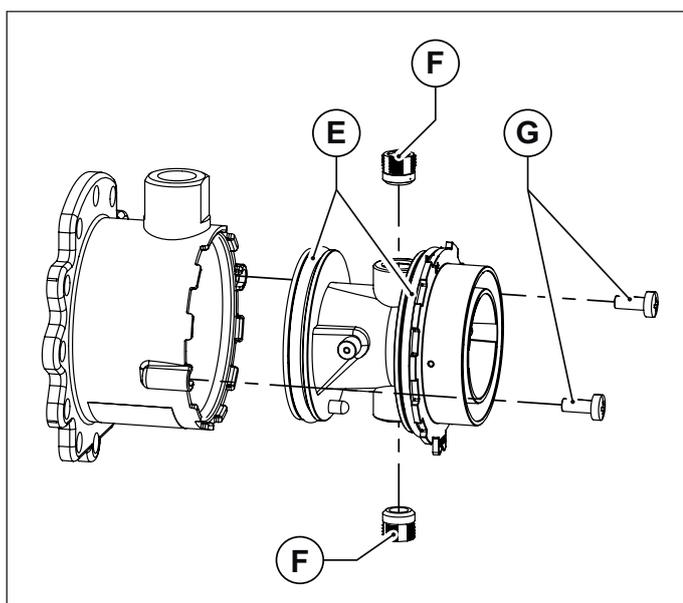

Fig. 36 Corpo in plastica del miscelatore
- Sfilare il corpo in plastica del miscelatore, svitando le due viti di fissaggio (vedi Fig. 36 Corpo in plastica del miscelatore).
- Svitare i due ugelli del miscelatore utilizzando una chiave a brugola da 6 mm (vedi Fig. 36 Corpo in plastica del miscelatore).
- Rimontare il corpo in plastica (Venturi) inserendolo nel miscelatore e avvitandolo con le viti di fissaggio, avendo cura di non danneggiare le guarnizioni o-ring che sono montate agli estremi del corpo in plastica (vedi Fig. 36 Corpo in plastica del miscelatore) e di rispettare l'orientamento di montaggio (vedi Fig. 37 Orientamento di montaggio).
- Montare il mixer riassembleto al ventilatore con le viti a brugola, avendo cura di riposizionare, fra mixer e ventilatore, l'o-ring di tenuta (vedi Fig. 36 Corpo in plastica del miscelatore).
- Montare il mixer riasssemblato al ventilatore con le viti a brugola, avendo cura di riposizionare, fra mixer e ventilatore, l'o-ring di tenuta (vedi Fig. 36 Corpo in plastica del miscelatore).